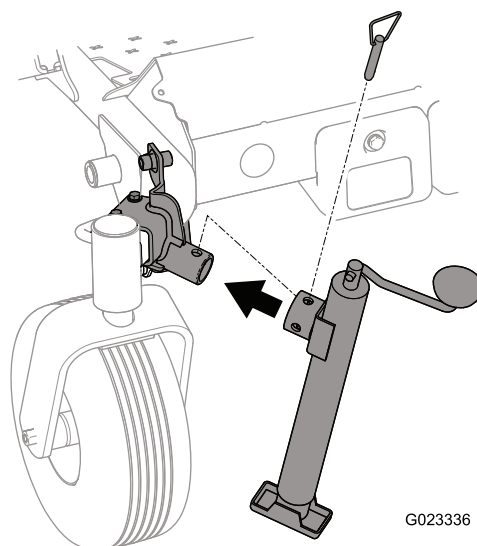

Figura 2
2. Inserite il tubo del cavalletto sul tubo del relativo supporto, allineate i fori di montaggio e fissate il collegamento dei componenti con il perno (Figura 2).